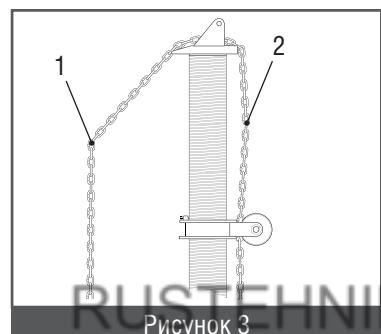

Рисунок 3
- Натяните цепь под углом 45° (1), ослабьте цепь в подъемной части (2) силового устройства и выберите требуемую длину (рисунок 3).